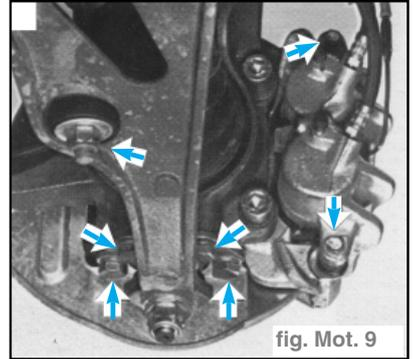

fig. Mot. 9
- Sur le côté gauche, déposer les vis de fixation d'étrier et la vis de fixation du collier de tuyau de frein, enlever l'étrier ; déposer les quatre vis de fixation du montant de fusée au montant, enlever l'écrou de fixation de la barre stabilisatrice et baisser le bras le plus possible. (fig. Mot. 9)